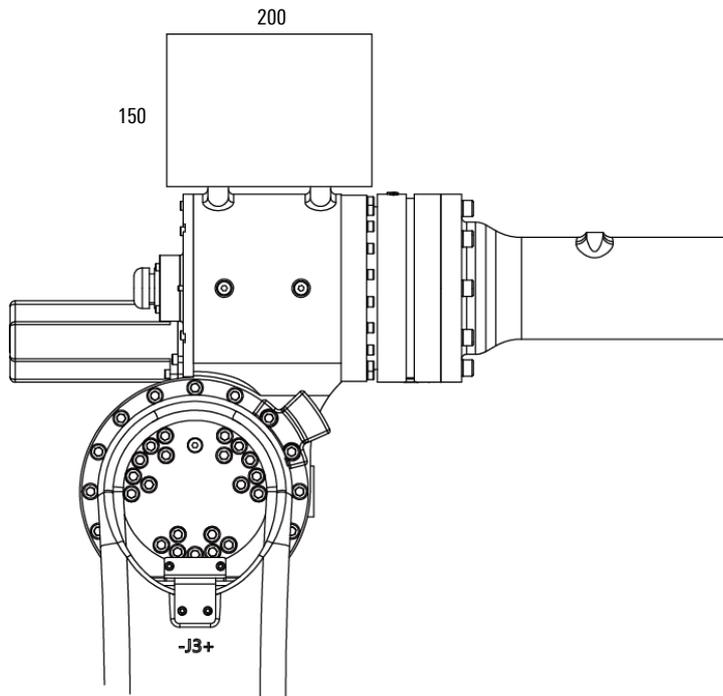

图 6-10 AIR50-2230B 肘部负载接口尺寸示意图
- 肘部负载重心应不超出下图 6-10 中四个 M8 螺纹孔所围成的长 200mm 宽 150mm 的长方形，高不超过 150mm 的长方体。
AIR50-2230B 操作机 J3 轴肘部的设备安装孔规格及尺寸如图 6-10 所示。